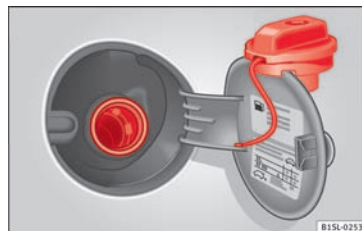

Fig. 103 Åben tankklap med tankdæksel
- Drej tankdækslet mod uret og af, og hæng det på øverst på tankklappen » Fig. 103. »